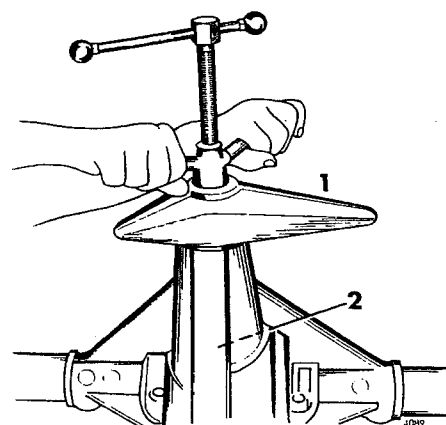

Fig 11-19. Montering av inre lagrets yttre lagerbana
2. Montera inre lagrets ytterbana och de justermellanlägg som fanns vid isärtagningen, se fig 11-19.